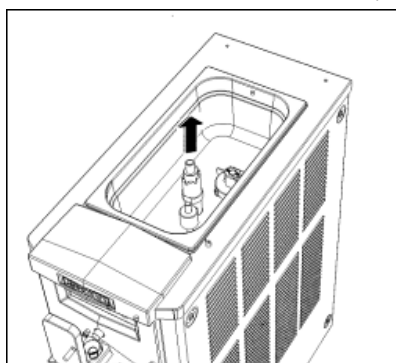

Fig. 27
- Rimuovere il coperchio della vasca superiore (Fig. 27).